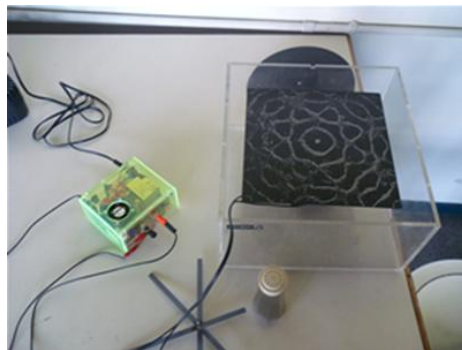

Figura 6.2: Figuras de Chladni mediante vibración en placas
- ✓ generación de ondas estacionarias en columnas de gas, cuerdas, varillas y placas, Figura 6.2.